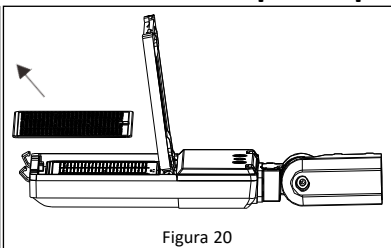

Figura 20
2. Quita el lente usado. **Ver la Figura 20.**